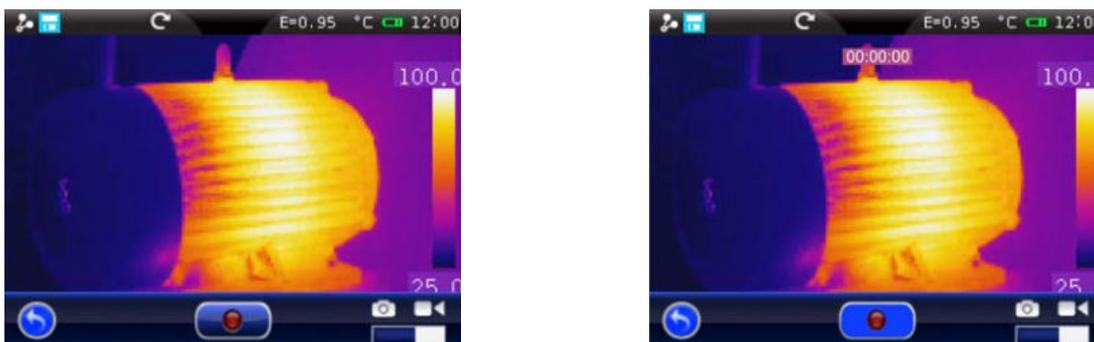

Abb. 64: IR-Videoaufzeichnung
1. Berühren Sie das Symbol “” im Hauptmenü und bewegen Sie das Symbol “” nach rechts. Die folgende Bildschirmseite erscheint im Display (siehe Abb. 64 – linke Seite).
2. Berühren Sie das Symbol “” zum Starten der IR Videoaufzeichnung. Das Symbol wird “” und die Angabe der Dauer des Videos in “HH:MM:SS” erscheint auf der Oberseite des Displays (siehe Abb. 64 – rechte Seite).